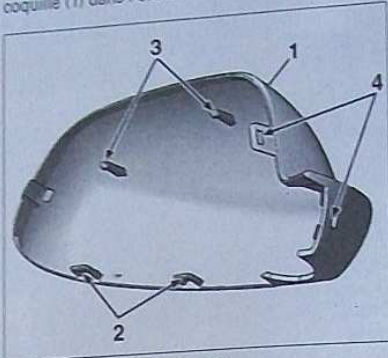

FIG. 28
- à l'aide d'un outil plat, décliper délicatement la coquille (1) dans l'ordre (2, 3 et 4) (Fig.28).